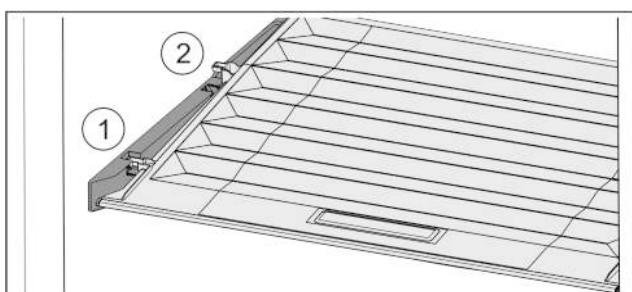

Fig. 35
- ▶ Потянуть крышку до отверстия в поддерживающих деталях вперед Fig. 35 (1).
- ▶ Поднять сзади снизу и извлечь Fig. 35 (2) движением верх.